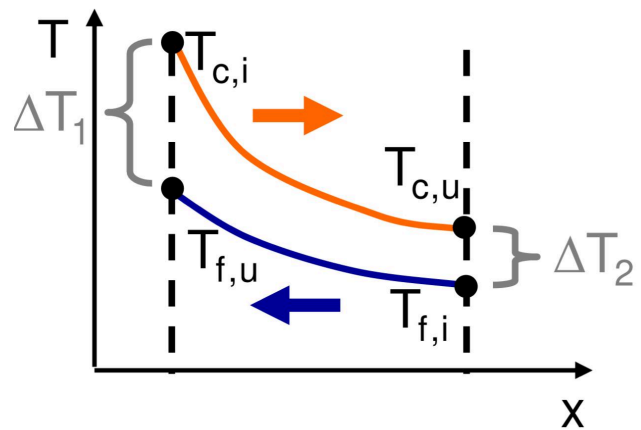

Figure 2: Valido tranne nel caso di capacità termiche uguali per le due parti dello scambiatore.
(Figure 2)
- $\Delta T_2$  : differenza di temperatura tra le due linee dall'altra parte del grafico (Figure 2).